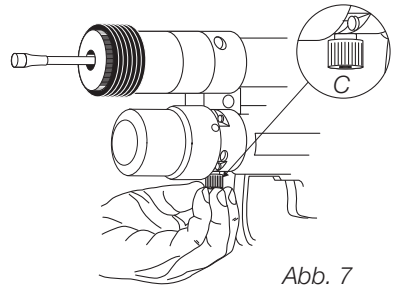

Abb. 7
1. Die Schutzmutter auf der Antilockiereinrichtung (C), wie auf der Abbildung 7 gezeigt wird, losschrauben.